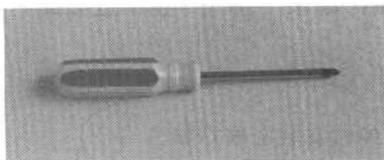

图 1-1 十字螺丝刀
(1) 准备好安装场地。最好在一个比较干净的房间内进行安装。准备一张木制的桌子或者工作台，把买回来的配件放在顺手的地方，将与各种配件配套的螺钉和支架等放好，同时准备一把带磁性的十字螺丝刀，如图 1-1 所示。